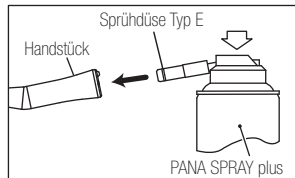

Abb.14
- 1) Überprüfen Sie, ob die Markierungen ● am Kopf und Schaft ausgerichtet und verriegelt sind. (Abb.14)